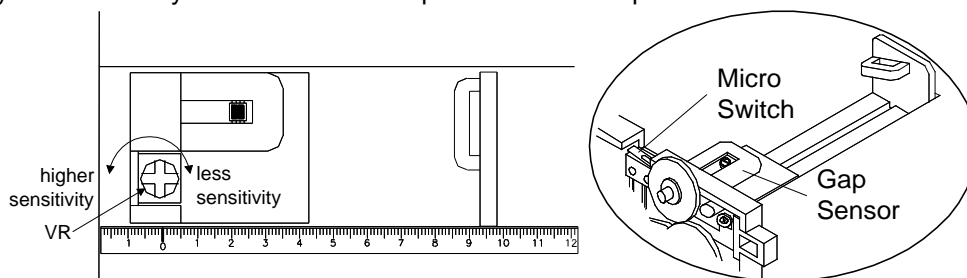

Рис. 3.2.1
4. Пропустите датчик промежутка (часть 27). (См. рисунок 3.2.1)